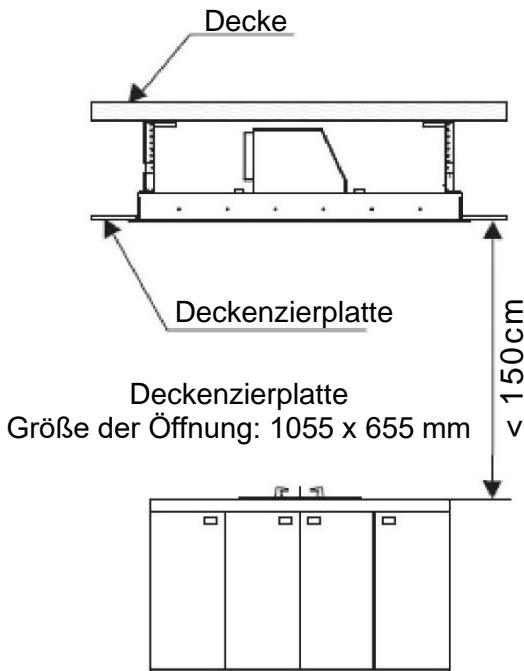

Abb. 1
2. Die Dunstabzugshaube sollte nicht weiter als 150 cm von der Kochfläche entfernt sein, um eine optimale Leistung zu erzielen. Siehe Abb. 1.